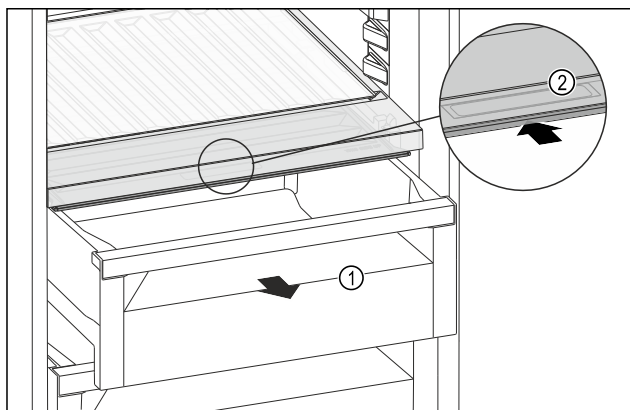

Fig. 224
- Estrarre il cassetto Fig. 224 (1).
- Afferrare la maniglia incassata Fig. 224 (2) sul coperchio dello scomparto e spingere allo stesso tempo all'indietro il coperchio dello scomparto.